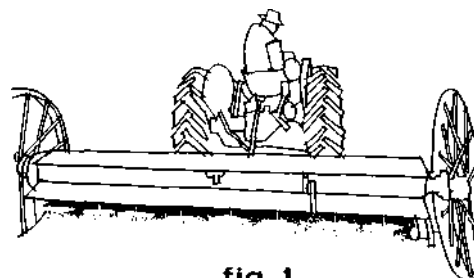

fig. 1
- 1 - distribuir em linha (fig. 1);